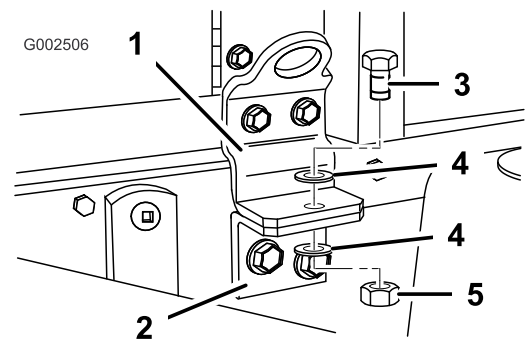

Figura 44
3. Retire os parafusos de segurança da parte frontal do patim (Figura 44).